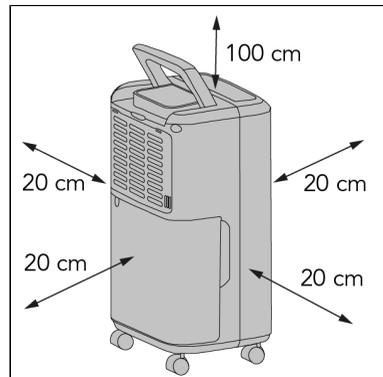

Abbildung 27.
2. Halten Sie die folgenden Mindestabstände ein, um eine gute Luftzirkulation des Geräts zu gewährleisten (Abbildung 27*):